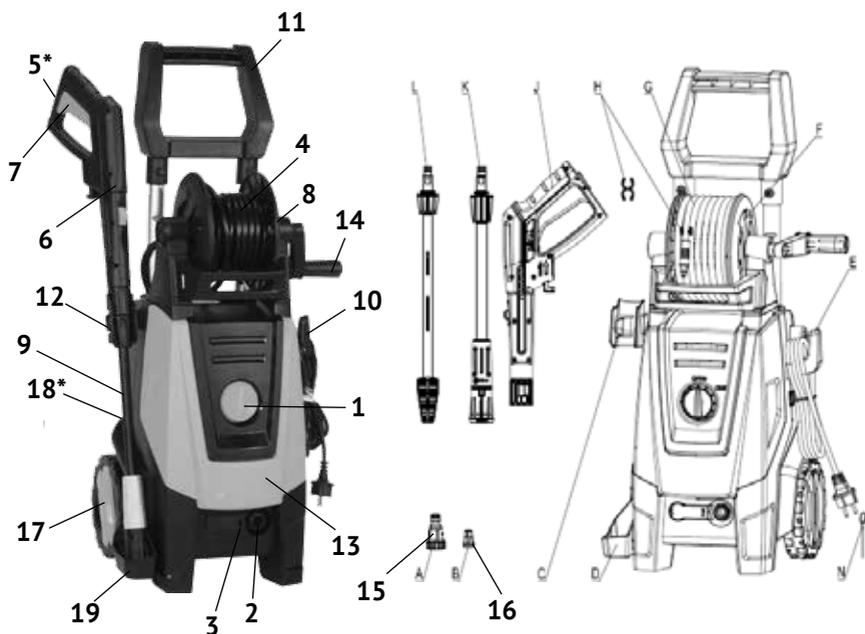

рис.1
4.1 Общий вид мойки представлен на рис. 1:
Электродвигатель с плунжерным насосом расположены в пластиковом корпусе (рис.1 поз.13). Сверху на корпусе закреплена рукоятка (рис.1 поз.11) для транспортировки. На держателе (рис.1 поз.12) крепится пистолет (рис.1 поз.19) с насадкой-удлинителем (рис.1 поз.20) и насадкой - распылителем с регулируемой головкой (рис.1 поз.9). Выключатель (рис.1 поз.1), выходной штуцер (рис.1 поз.2) и фиксатор быстросъёмного разъёма шланга высокого давления (рис.1 поз.3) расположены на передней панели корпуса мойки (рис.1 поз.13). На крюке (рис.1 поз.10) подвешен кабель питания с вилкой. На задней панели корпуса расположено отверстие для входа воды, на которое крепится входной
штуцер (рис.1 поз.15) с фильтром. (рис.1 поз.16). К штуцеру, через переходник (не входит в комплект поставки), подключается шланг подачи воды. В нижней части рукоятки пистолета (рис.1 поз.6) расположена клавиша блокировки курка от случайного включения (рис.1 поз.5) с символами: «замок закрыт» - заблокировано, «замок открыт» - разблокировано. Бачок для моющего средства (рис.1 поз.18) закреплён сзади под входным патрубком. Включение мойки осуществляется нажатием на курок (рис.1 поз.7), после его разблокировки. Мойка снабжена системой тотал – стоп (TSS), то есть, после отпущения курка автоматически отключается двигатель с насосом.
Нажмите пусковой курок пистолета, чтобы выпустить воздух из системы подачи воды. Заблокируйте пусковой курок, переведя клавишу (рис.1 поз.5) в положение «замок закрыт».
Подключите мойку к питающей электросети и установите выключатель (рис.1 поз.1) в положение «ВКЛ» - включено.